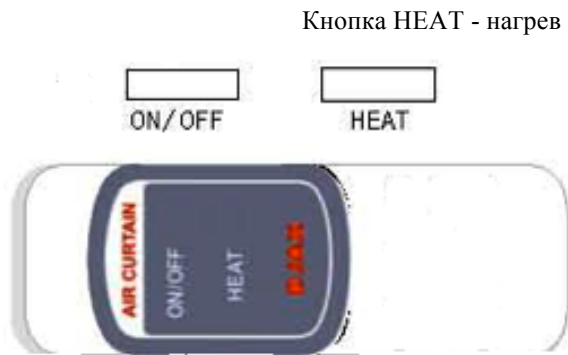
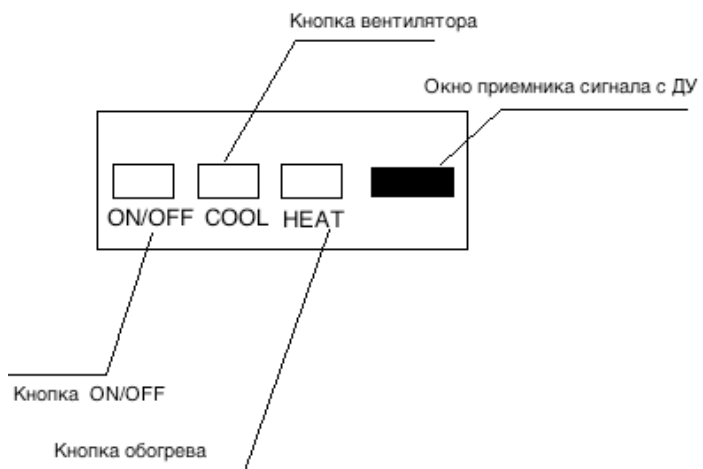

Рис. 2 – Инфракрасный дистанционный пульт управления
Рис. 3 – Панель управления на завесе
5.2 Завеса управляется при помощи инфракрасного дистанционного пульта управления (рис.2) или же при помощи кнопки ON/OFF на панели завесы (Рис. 3).